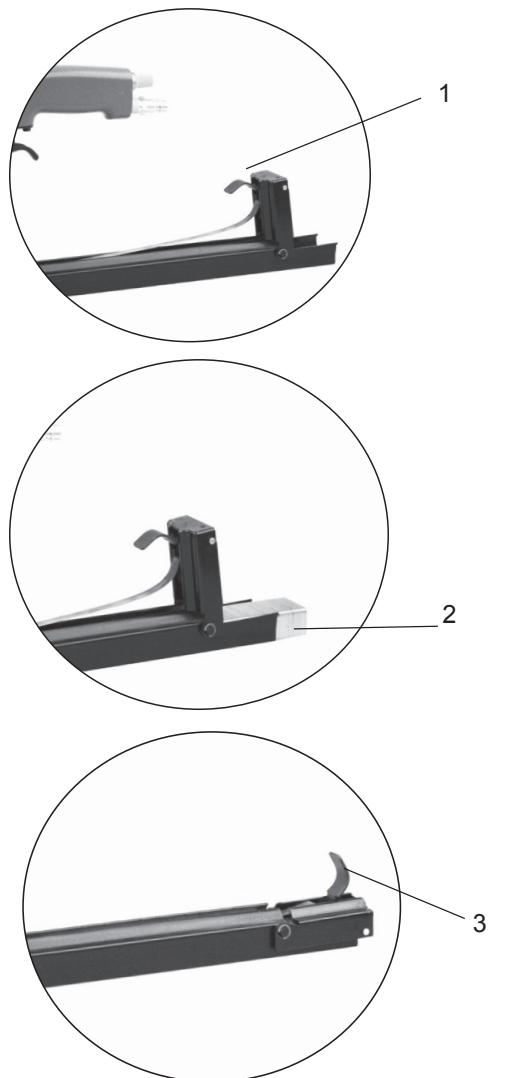

Fig. 8
1. Positionnez le poussoir au bout (Fig. 8/1).